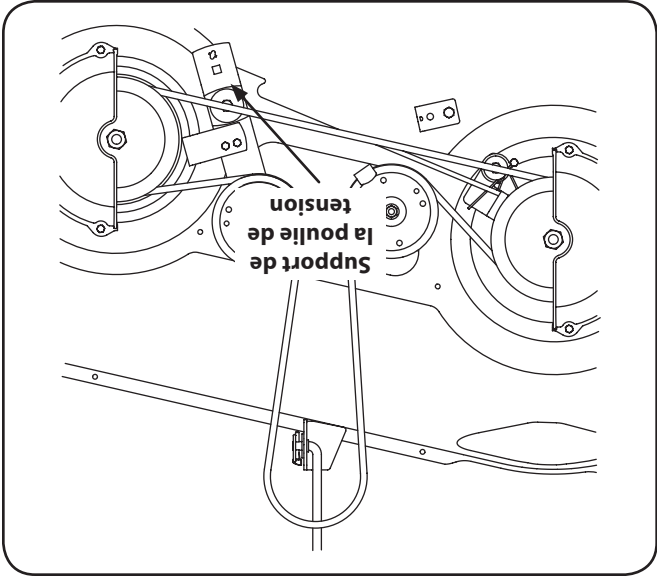

Figure 7-3
- b. Raccordez les barres de relevage du plateau de coupe. Voir la Figure 7-3.
6. Sortez la goupille de support du plateau de coupe pour dégager le plateau de la tringle de relevage. Voir la Figure 7-3.